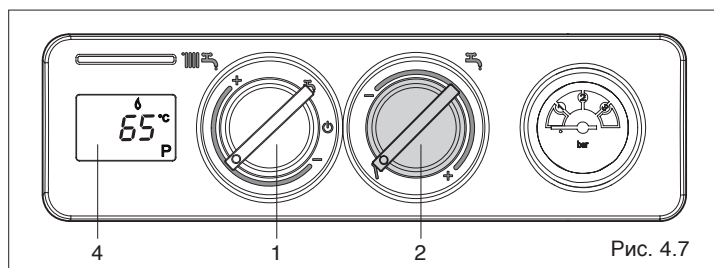

Рис. 4.7
- **Режим газоанализа:** при повороте ручки регулирования температуры горячей воды (2, Рис. 4.7) на символ  активируется функция газоанализа, на дисплее (4, Рис. 4.7) загорится символ **P**. При повороте переключателя режимов работы (1, Рис. 4.7) на максимум (конец шкалы – символ +), горелка перейдет на максимальную мощность, включится циркуляционный насос системы отопления, а котел (если он был погашен) разожжется и будет работать 10 минут. При повороте переключателя режимов работы на минимум (конец шкалы – символ -), горелка перейдет на минимальную мощность. По истечении заданного времени система выключится. Для того чтобы возобновить нормальную работу, или прервать данную функцию, снова установите ручку (2, Рис. 4.7) на нужное значение температуры.